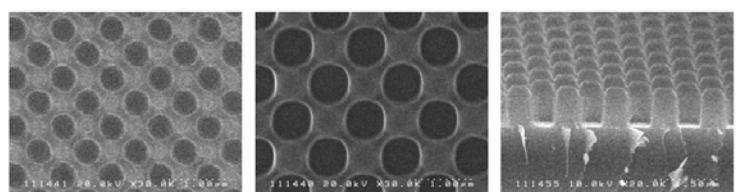

図1.ステッパによるサブミクロン加工したSiN構造のSEM像
ステッパ条件 (露光時のエネルギー、フォーカス) を最適化することによって、①~③すべてのパターンの形成が現像時点では可能であることがわかった(図 1 (a)、(b)参照)。
断面 SEM 評価から、②~③のパターンについては、目的通りのサブミクロン加工を確認できたが、もっとスケールが小さい①では、レジストが完全に抜けておらず、ドライエッチングされていないことがわかった (図 1(c)参照)。